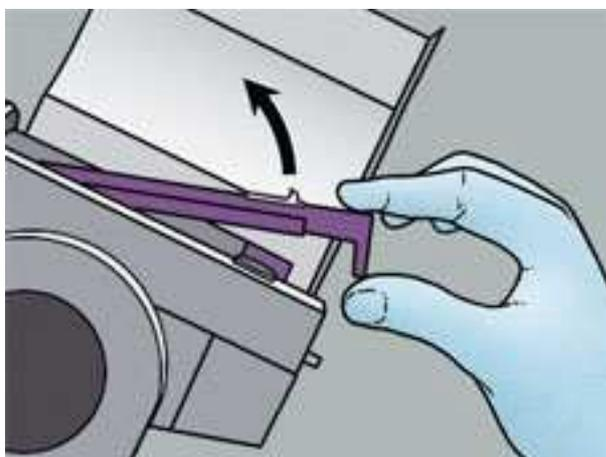

Рис. 5
- Высвободить фиксатор (рис. 5).